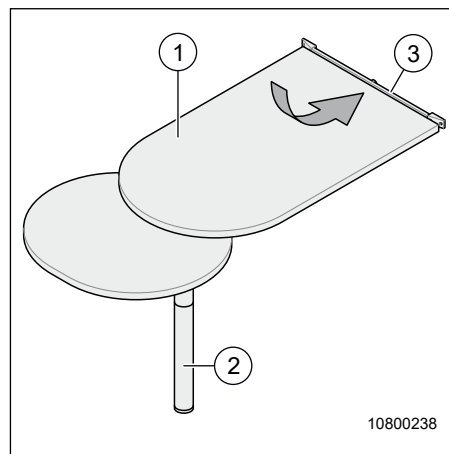

Fig. 18 Table amovible
1. Soulever le dessus de table (Fig. 18, pos. 1).
**Attention !** La partie inférieure du piètement (Fig. 18, pos. 2) est seulement emboîtée et peut tomber en dehors.
2. Enlever la partie inférieure du piètement (Fig. 18, pos. 2).
- Saisir le dessus de table (Fig. 18, pos. 1) avec les deux mains et l'enlever hors du rail (Fig. 18, pos. 3).
Attention : Le dessus de table (Fig. 18, pos. 1) est seulement accroché et risque de tomber en le soulevant trop haut.
- Soulever légèrement la table (Fig. 18, pos. 1) pour débloquer le verrouillage cranté.
Attention : La partie inférieure du piètement (Fig. 18, pos. 2) est seulement emboîtée et peut tomber en dehors.
- Pivoter la table soulevée (Fig. 18, pos. 1) sur la position souhaitée.
- Déposer à nouveau la table (Fig. 18, pos. 1) et vérifier si le crantage a encliqueté.
4. Soulever légèrement la table (Fig. 18, pos. 1) avec une main.
**Attention :** La partie inférieure du piètement (Fig. 18, pos. 2) est seulement emboîtée et peut tomber en dehors.
5. Enlever la partie inférieure du piètement (Fig. 18, pos. 2) et le ranger de manière fiable.
6. Saisir la table (Fig. 18, pos. 1) avec les deux mains, la soulever et l'enlever du rail mural supérieur.
7. Accrocher et déposer de nouveau la table en position légèrement inclinée (Fig. 18, pos. 1) dans le rail mural inférieur.